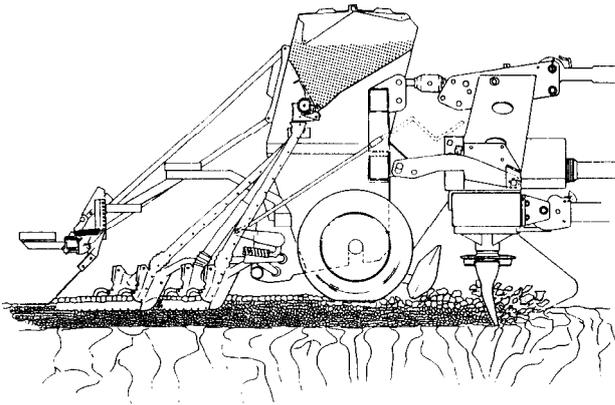

Fig. 6
- Kreiselgrubber mit Streifenpacker-Drillmaschine mit K-Scharen (Fig. 6) auf allen Böden (auch extrem tonig oder steinig) mit oder ohne Vorarbeit durch Schwergrubber oder Pflug, ohne oder mit wenig organischer Masse an der Oberfläche.